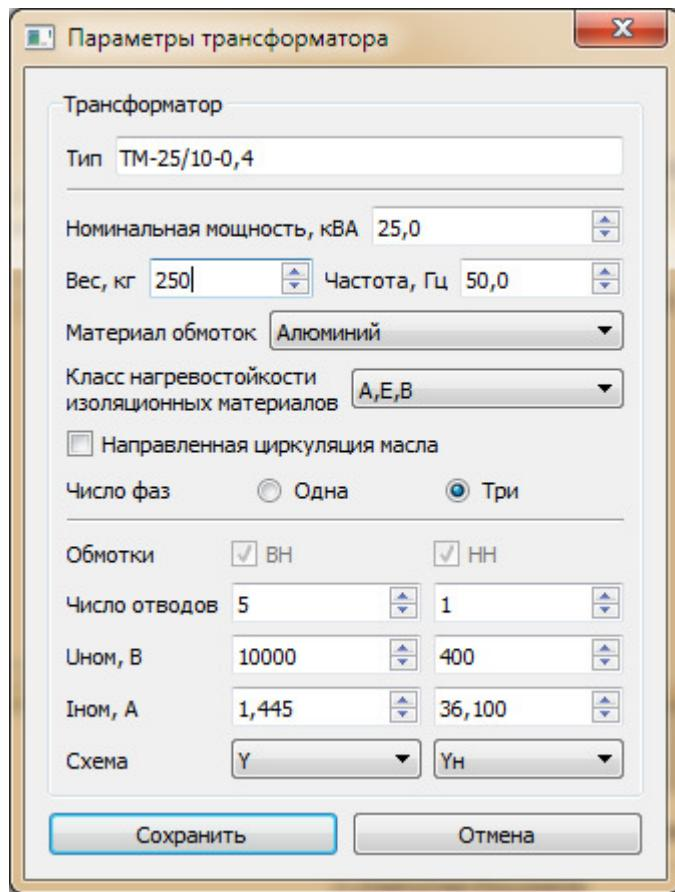

Рис. 26. Окно «Параметры трансформатора»
6.1.2. С помощью кнопки «Добавить» можно внести новый тип трансформатора в справочник. При этом откроется диалоговое окно «Параметры трансформатора» (рис. 26).